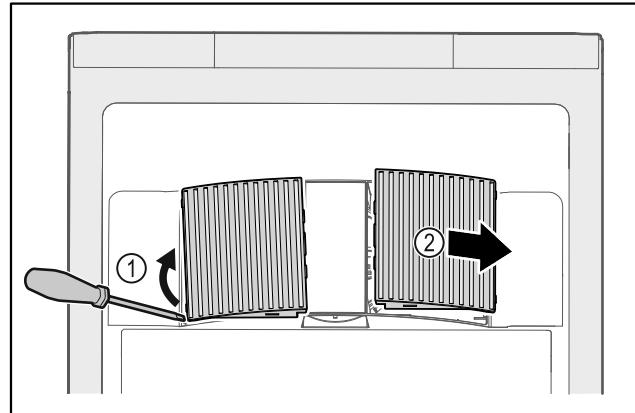

Fig. 200
- Oprezno podignite ventilatorske pokrove sa strane Fig. 200 (1) i skinite ih prema naprijed Fig. 200 (2).